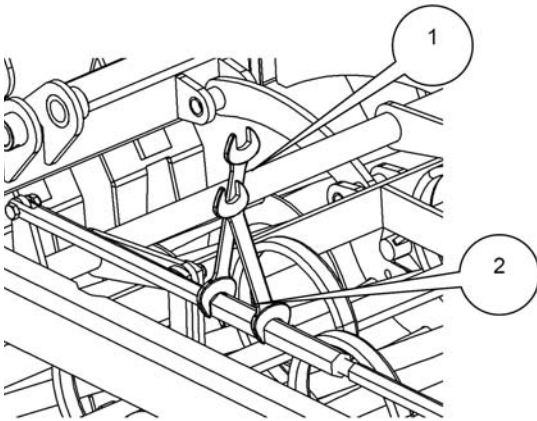

Fig. 18 Regulatie van de sectie van de tanden – controle-maten
- Met behulp van een moersleutel (1) en een sleutel (2) de borgmoer los draaien (Fig. 18).